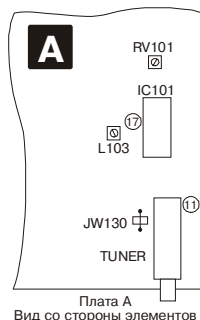

Рис. 3.26. Расположение некоторых элементов на плате А
- Подать на вывод 11 (IF1) тюнера TU101 сигнал частотой 38,9 МГц с уровнем 100 дБ/мкВ (расположение некоторых элементов на печатной плате А приведено на рис. 3.26).
- Подстраивая потенциометр RV101 (см. рис. 3.26), установить на выводе 17 микросхемы IC101 напряжение $2,5 \pm 0,3$ В (для телевизоров на базе шасси FE-1) или $1,4 \pm 0,3$ В (для телевизоров на базе шасси FE-1A).
- Подключить вольтметр постоянного тока к перемычке JW130 на плате А (см. рис. 3.26).